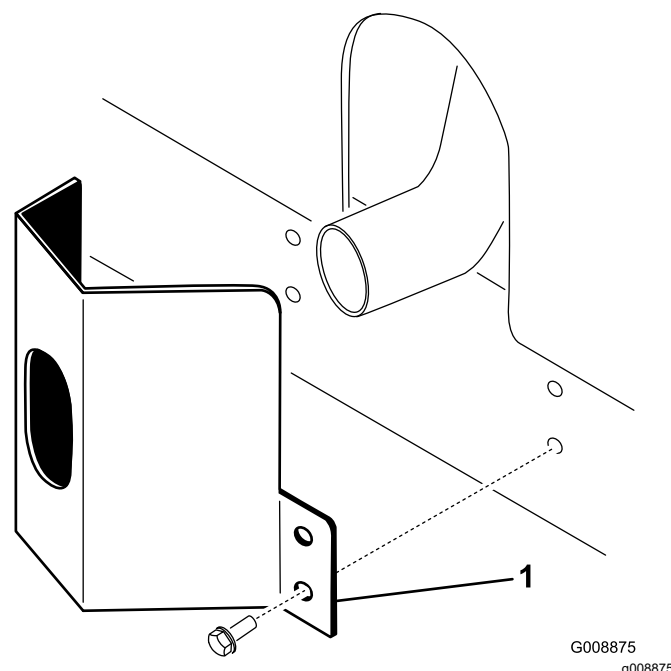

Figure 36
1. Placez la protection de l'échappement autour du silencieux et alignez les trous de montage sur ceux du cadre (Figure 36).
2. Fixez la protection de l'échappement sur le cadre à l'aide de 4 vis autotaraudeuses (Figure 36).